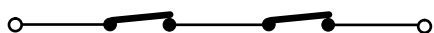

Fig. 32
**N.B. Se due o più dispositivi di sicurezza hanno la stessa funzione (apertura, chiusura, apertura e chiusura, costa) i contatti vanno collegati in serie tra di loro (fig. 32).**
Per installare più dispositivi di sicurezza collegare i contatti N.C. in serie (fig. 32).